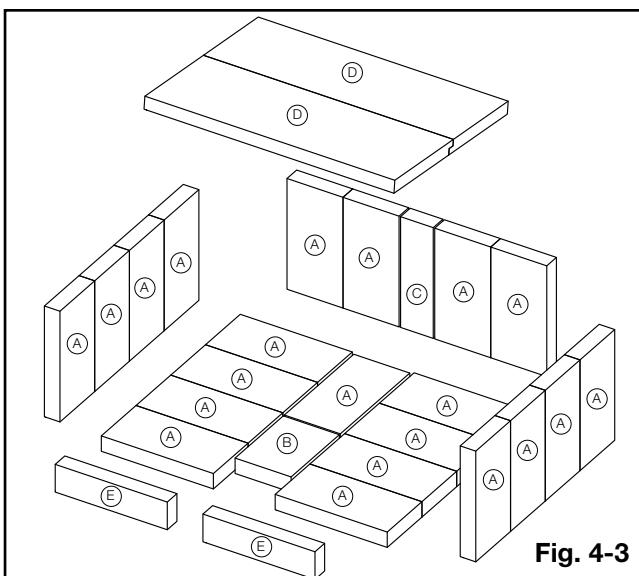

Fig. 4-3
Avec l'installation de l'appareil et la cheminée complété, déplacez les briques en place comme illustré ci-dessous (**Fig. 4-3**).
- Installez neuf briques (A) et une brique (B) le long du bas de la chambre de combustion, travaillant de l'arrière de l'appareil vers l'avant.
- Installez huit briques (A) le long des côtés gauche et droit de l'appareil.
- Installez quatre briques (A) et une brique (C) le long du mur arrière en pivotant les briques au dessous du support de brique.
Placez brique (C) dans le centre, avec deux briques (A) sur chaque côté comme illustré (**Fig. 4-3**).